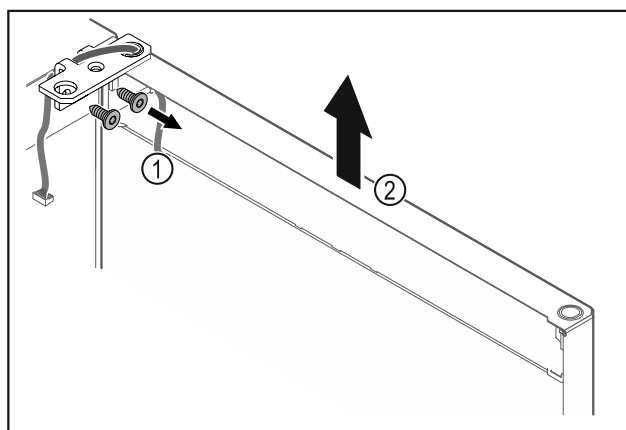

Fig. 17
- ▶ Отвинтите шарнирные уголки Fig. 17 (1).
- ▶ Дверь вместе с шарнирными уголками поднимите строго вертикально вверх Fig. 17 (2) приблизительно на 200 мм и снимите.